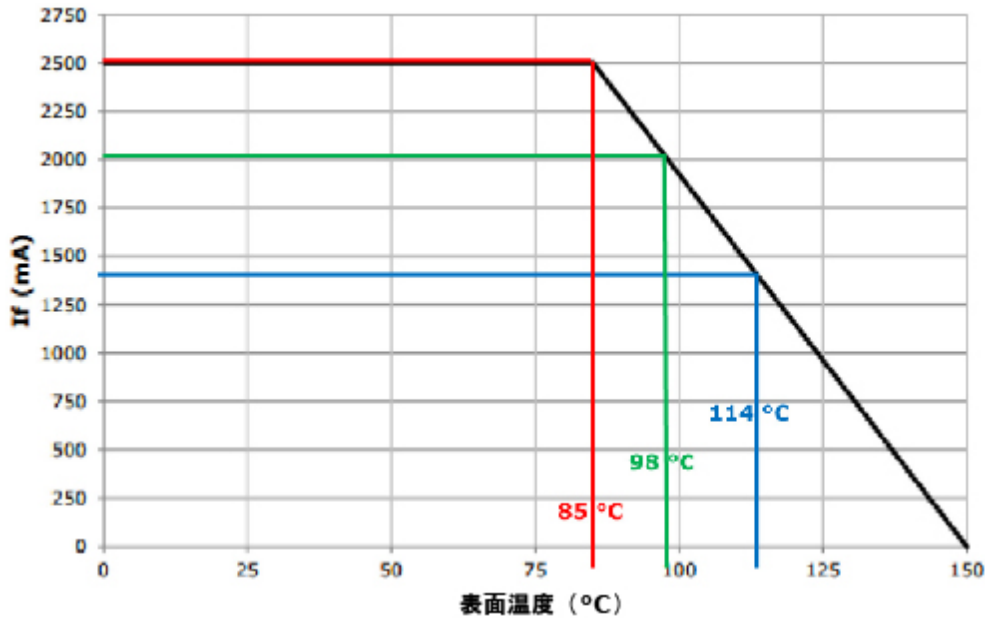

图2: CXA3050工作限值
8. 将测得的Tc与图2中所示的图进行对比。如果在测试电流水平下的Tc值小于图中的温度，则认为测试通过。在此测试中的电流水平下实测的最高工作温度如图2所示。